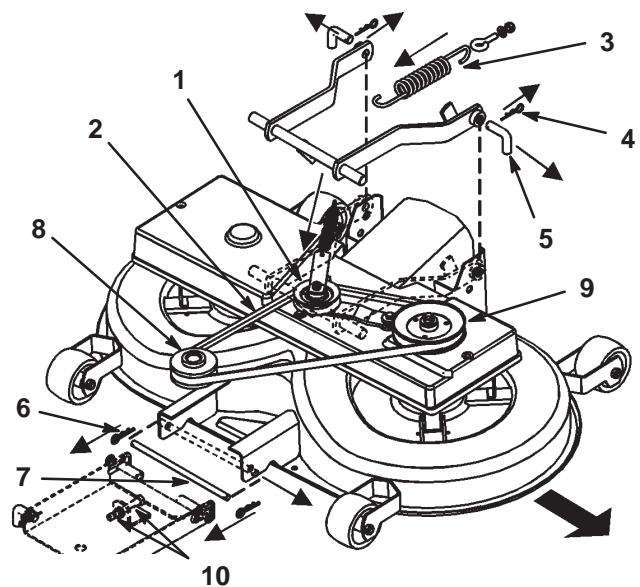

Figure 39
3. Tirez l'ensemble bras de renvoi vers l'intérieur et ôtez la courroie trapézoïdale de la poulie (Fig. 39).
4. Décrochez le ressort du levier d'engagement (Fig. 39).
6. Otez les goupilles fendues des deux goupilles arrière et déposez ces dernières (Fig. 39). Vous aurez peut-être besoin d'une pince pour enlever la deuxième goupille.
7. Otez la goupille fendue de la goupille avant et déposez cette dernière (Fig. 39).
8. Enlevez la courroie trapézoïdale de la poulie motrice (Fig. 39).
2. Enlevez l'ensemble poulie à courroie trapézoïdale et bras de renvoi (Fig. 39).
2. Placez la goupille inférieure de la suspension de réglage avant dans la position inférieure des fentes, en réglant les 2 écrous (M12) sur la suspension avant (Fig. 39).